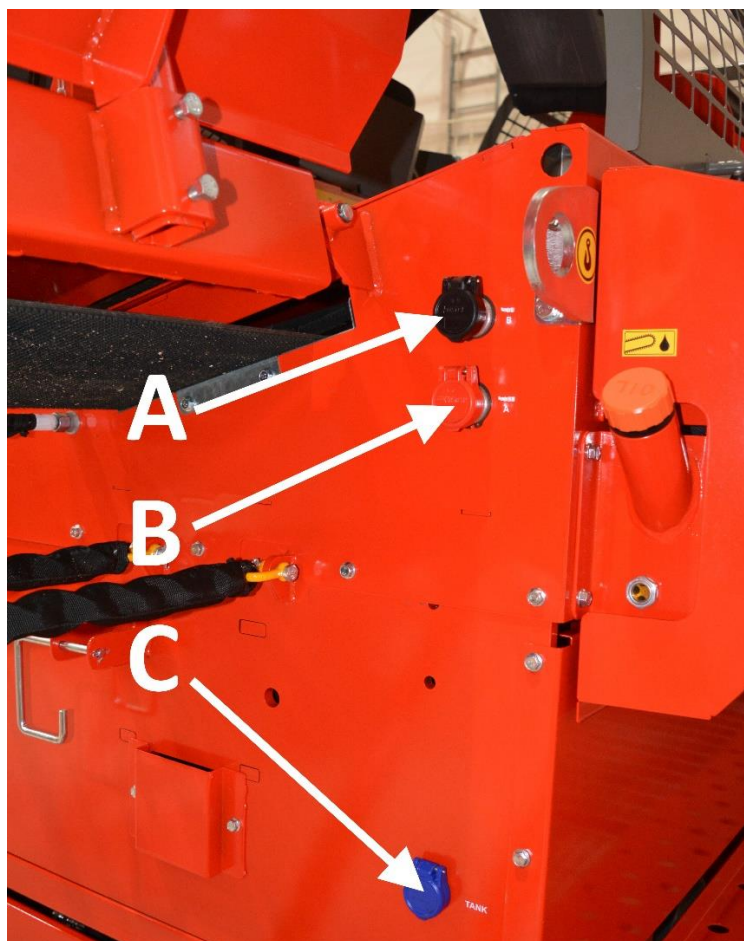

Bild 26.
1. Koppla hjälphydrauliken (exempelvis vid användning av HakkiFeed 472-stockbordets sidoflyttare) genom att trycka in hjälputrustningens hydraulslangar i snabbkopplingarna på bild 26: